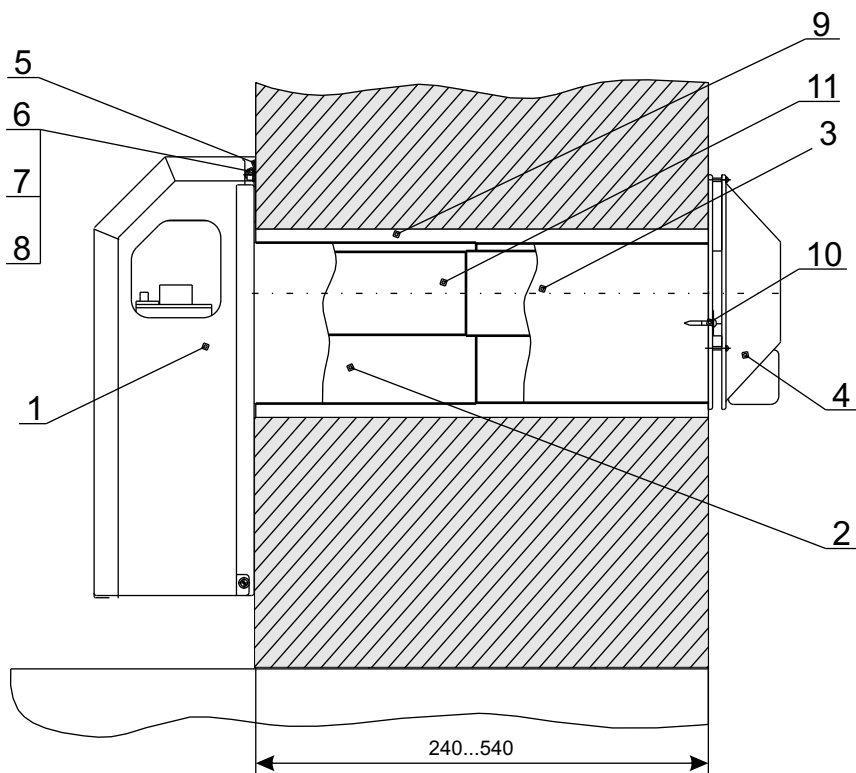

Рис. 2. УСТАНОВКА КОНВЕКТОРА
6.4.3. Встановити газохід зовнішній 4(рис.2) врівень із зовнішньою площиною стіни горизонтально по осі каналу, поєднавши при цьому вставку 3 і повітропровід 2. (розриви в з'єднаннях не допускаються) і зафіксувати дерев'яними клинами.
6.4.6. Зафіксувати на стіні шпильки кріплення конвектора(див рис.2)
6.4.8. Встановити конвектор проушинами 5(рис.2) на шпильки кріплення 6(рис.2) з'єднавши при цьому патрубок димаря з фіксованим патрубком газоходу зовнішнього. Патрубок повітропроводу 2(рис.2) розмістити в кільцевому пазі конвектора на прокладку (базальтовий шнур). Виставити вертикально конвектор і закріпити його гайками п.6 забезпечуючи при цьому щільний і герметичний прижим конвектора до повітропроводу. Встановити прижими і закріпити ними повітропровід в пазі конвектора.